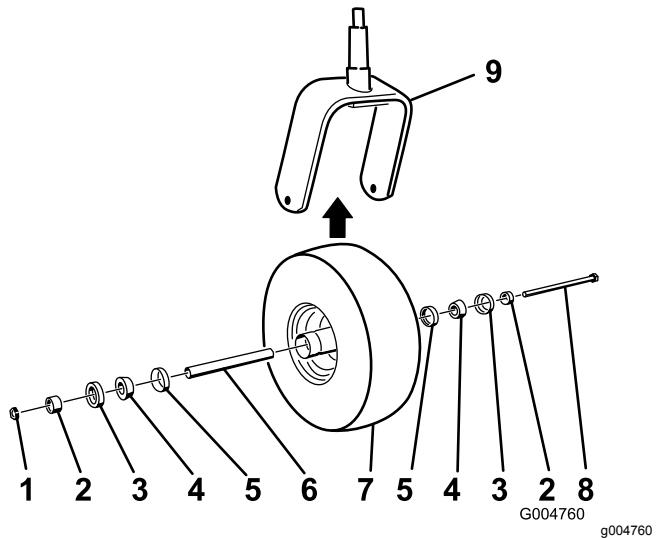

Figura 42
5. Ensamble la rueda giratoria presionando los cojinetes cónicos y las juntas, llenos de grasa, sobre el cubo de la rueda, según se muestra en Figura 42.
2. Retire la contratuerca del perno (Figura 42).